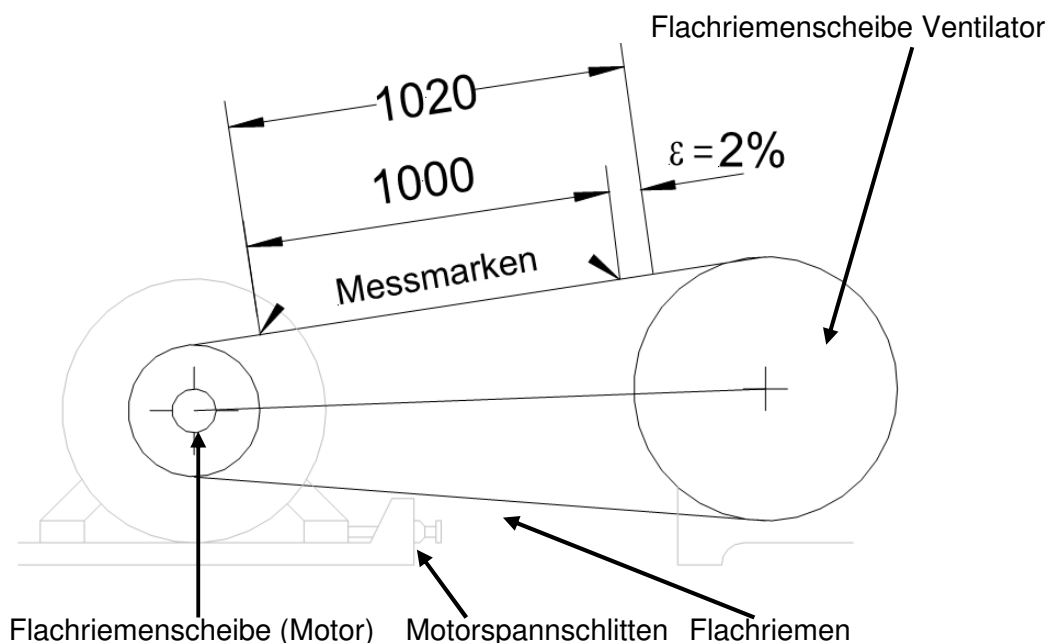

Bild 4.16: Messmarken und Auflagedehnung zur Bestimmung des korrekten Messmarkenabstandes
Hier wird der Keilriemen im Stillstand durch Anschlagen in Eigenschwingung versetzt. Diese Schwingung wird mit einem elektronischen Messgerät (**z.B. Trummeter**) gemessen. Diese Schwingung in Hz ist auf dem angegebenen Wert (Dokumentation/Typenschild) einzustellen. Der Messpunkt liegt in der Mitte des Antriebsriemens (siehe **Bild 4.16**).
4. Flachriemen durch Vergrößern des Wellenabstandes (Motorspannschlitten) spannen, bis die Distanz zwischen den Messmarken um den Wert der Auflagedehnung ε vergrößert ist (siehe **Bild 4.16**).
Zur Verdeutlichung ist zu **Bild 4.16** eine Berechnung zur Bestimmung des exakten Messmarkenabstandes am gespannten Flachriemen vorgestellt: